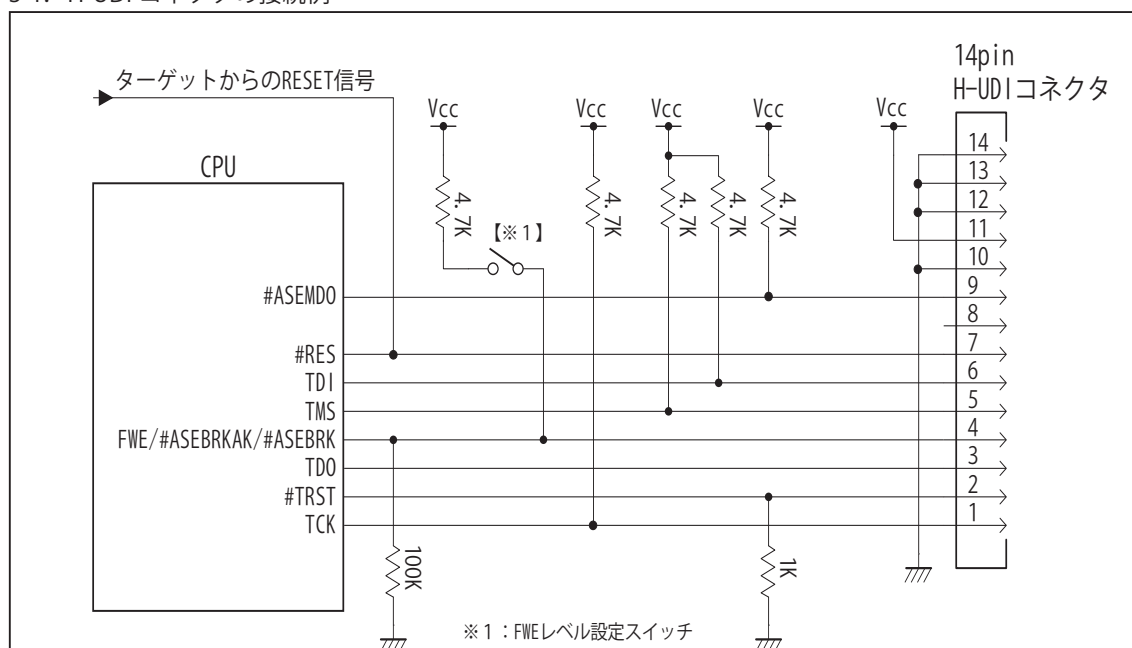

図4. H-UDI コネクタ接続図
- 図4に記載されている抵抗値は参考値です。
- FWE 端子（入力端子）は #ASEBRKAK/#ASEBRK 端子（入出力端子）とマルチプレクサされています。そのため FWE 端子のレベル設定は Vcc や GND に直結せず、図4の様にプルアップ/プルダウン抵抗で行って下さい。